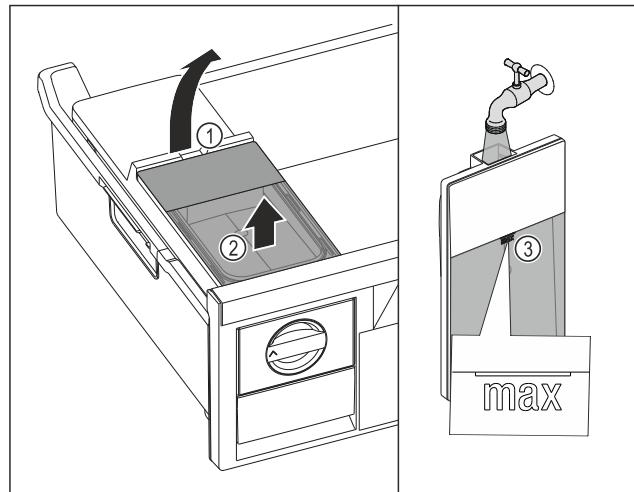

Fig. 71
- Zvedněte nádržku na vodu za vybrání Fig. 71 (1).
- Vyjměte nádržku na vodu nahoru. Fig. 71 (2)
- Naplňte nádržku na vodu pitnou vodou až po značku Fig. 71 (3).